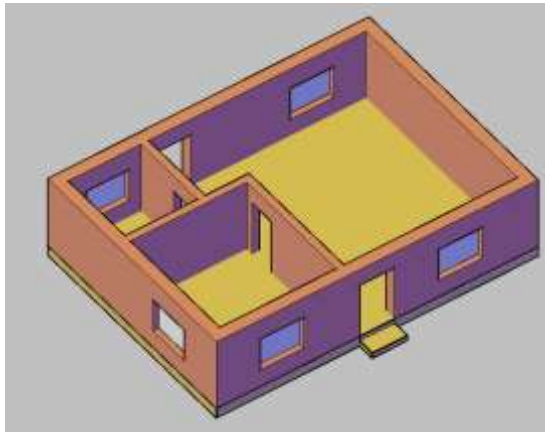

Рис. 22
6. В Концептуальном стиле это выглядит следующим образом (Рис. 22):